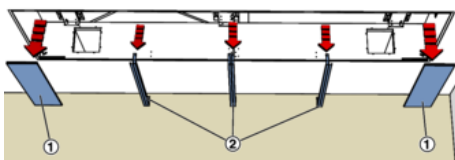

Abb. 37: Zarge eingebaut in geschlossene Zwischendecke
5. ▶ An der Zarge die Seitenblenden (Abb. 37/1) entnehmen und für die spätere Verwendung lagern. Die Traversen (Abb. 37/2) durch Lösen der Schrauben demontieren.